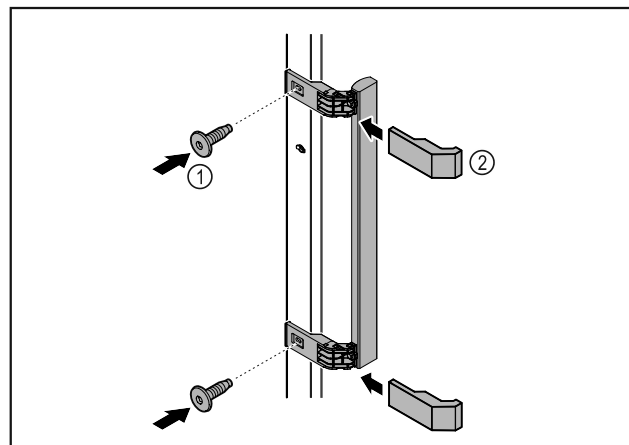

Fig. 8
- Meegeleverde greep met de meegeleverde schroeven *Fig. 8 (1)* op de deur aanbrengen.
- Afdekplaatje *Fig. 8 (2)* plaatsen.